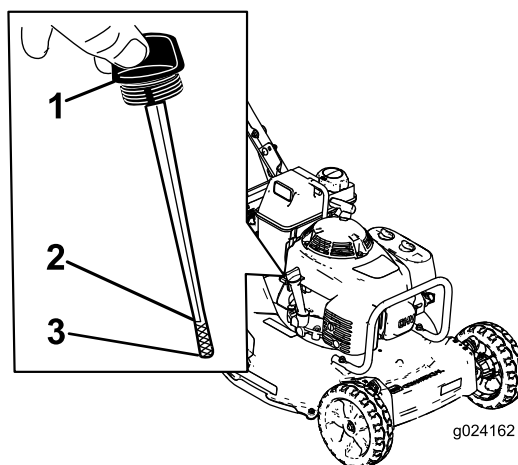

Figure 7
Avant chaque utilisation, vérifiez que le niveau d'huile arrive entre les repères inférieur et supérieur sur la jauge (Figure 7).
2. Nettoyez la surface autour de la jauge (Figure 7).